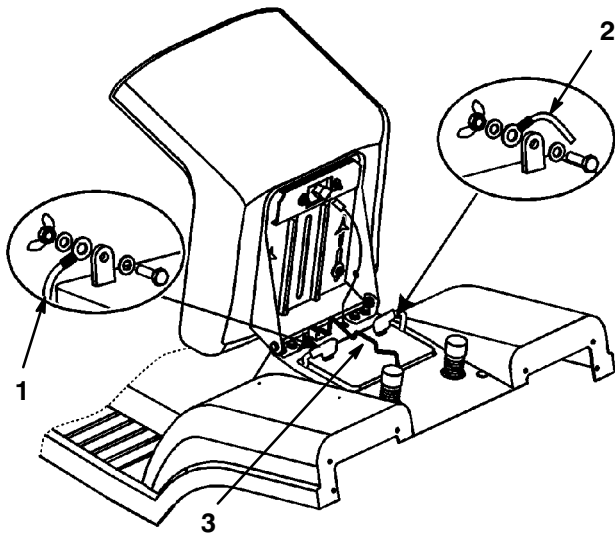

Abbildung 23
- Die Gummiabdeckung vom negativen (schwarzen) Kabel herunterheben. Das negative (schwarze) Massekabel von der Batterieklemme lösen (Abb. 23).
- Die Gummiabdeckung vom positiven (roten) Kabel herunterheben. Das positive (rote) Kabel von der Batterieklemme lösen (Abb. 23).
- Die Batteriehalterung entfernen (Abb. 23).
1. Die Batterie so in das Chassis setzen, dass die Batterieklemmen zur Vorderseite des Traktors zeigen (Abb. 23).
2. Die Batterie mit der Haltestange im Chassis befestigen (Abb. 23).
3. Das positive (rote) Kabel mit Schraube und Flügelmutter an der positiven (+) Batterieklemme anschließen (Abb. 23). Die Gummiabdeckung über die Batterieklemme schieben.
4. Das negative (schwarze) Kabel mit Schraube und Flügelmutter an der negativen (-) Batterieklemme anschließen (Abb. 23). Die Gummiabdeckung über die Batterieklemme schieben.